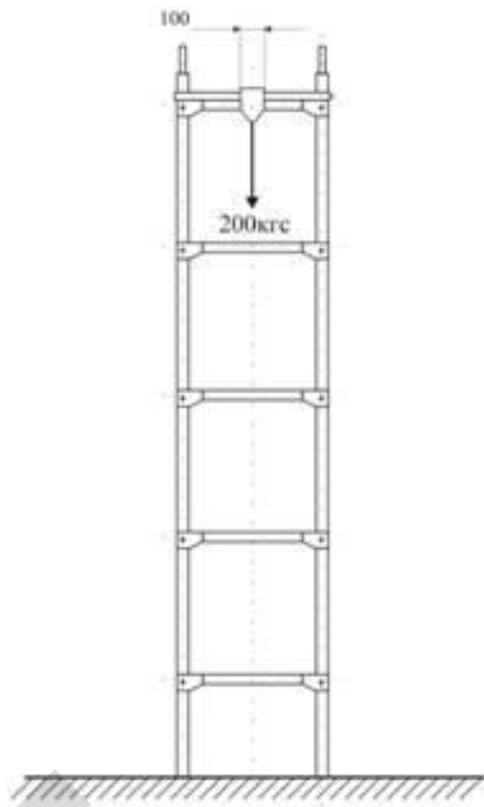

Рис.6
8.1.1. Зveno (основание) лестницы устанавливается в рабочее (вертикальное) положение и закрепляется на стойке опоры крепёжным канатом. Испытательная статическая нагрузка, равная 2,0 кН (200кгс), прикладывается вертикально в середине верхней ступеньки. Нагрузка должна равномерно распределяться по отрезку ступеньки шириной 100 мм, например, с помощью кольца шириной 100мм. Нагрузка выдерживается в течение 5 мин. Схема испытания и приложения испытательной нагрузки приведены на рис. 6.